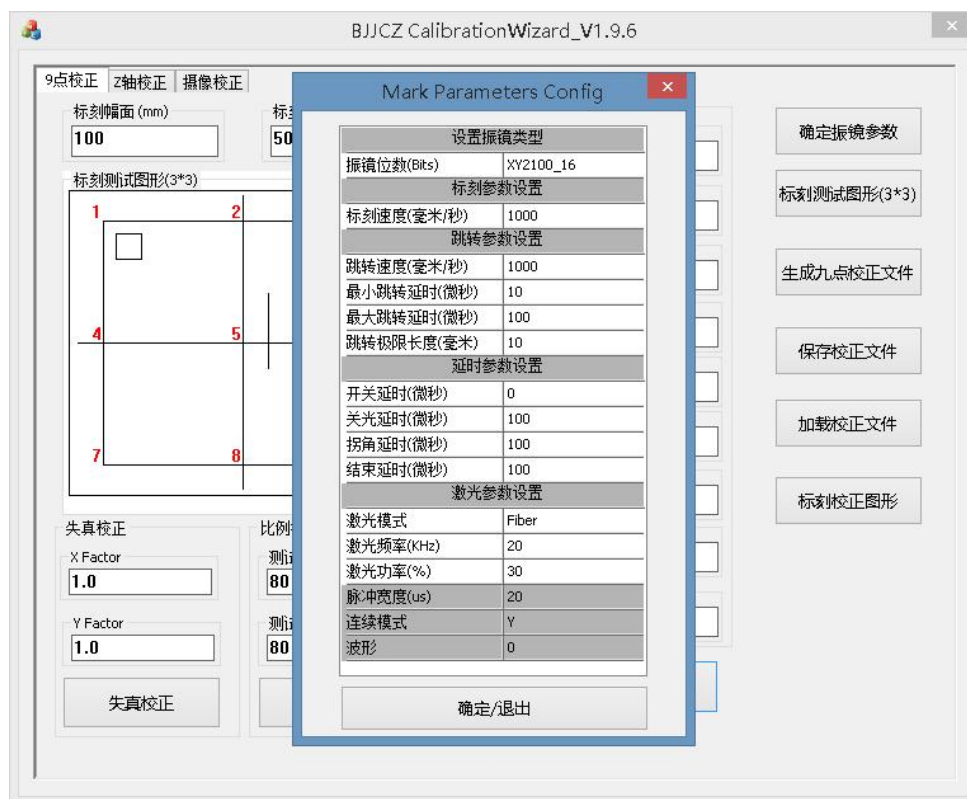

图 5
5. 点击设置“**标刻参数**”，如图 5 所示，振镜默认参数为 16 位，位数有 16、18、20，根据振镜类型大小来更改振镜位数。标刻参数中可以设置打标速度。激光参数可设置激光器类型，有 Fiber、CO2、YAG、SPI 四种，根据激光器不同的类型可以更改频率、功率、脉冲宽度、连续模式、波形。延时参数有开光延时，关光延时，拐角延时，跳转延时。跳转参数有跳转速度、最小跳转延时、最大跳转延时、跳转极限长度。